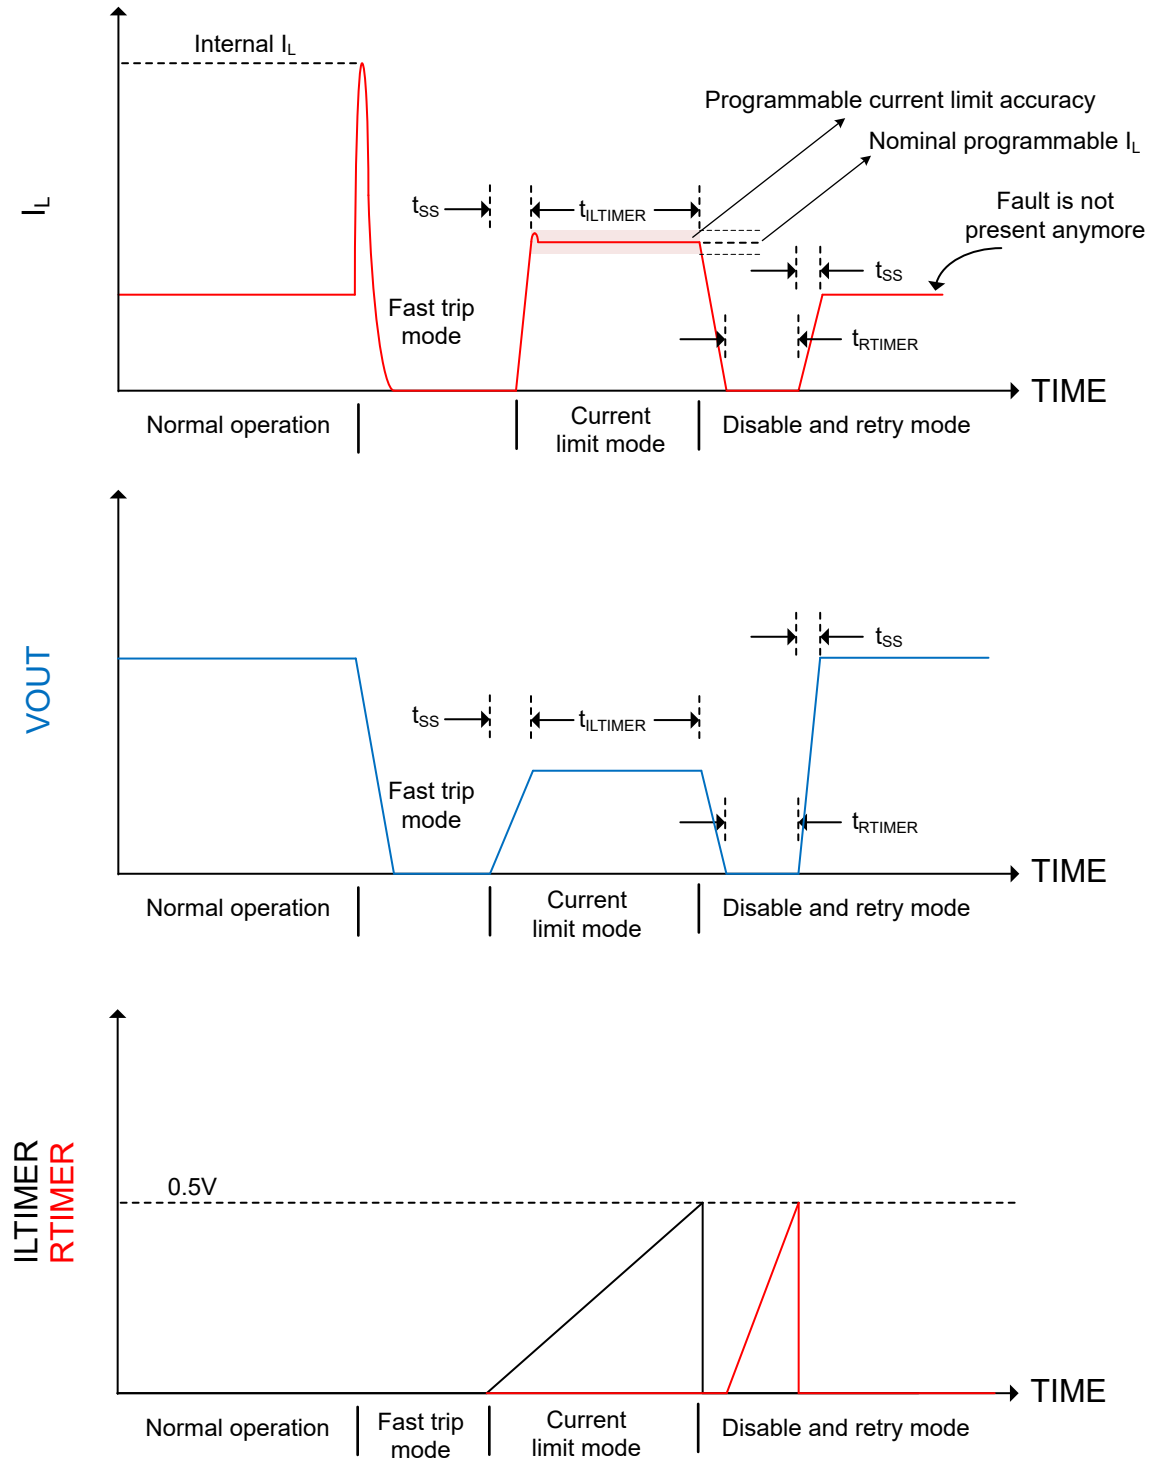

图 8-4. 硬短路可编程故障计时器运行（电容器连接到 ILTIMER 和 RTIMER 引脚）
该可编程电流限制功能不同于在快速跳变模式下激活的内部电流限制，如 图 8-4 所示。在这种情况下，电流限制事件定义为硬短路，并且无法对该电流限制（典型值为 22A）进行编程。
- 图 8-4：使用电流限制计时器和重试计时器的单次硬短路事件。
硬短路（其中快速电流限制在可编程电流限制有时间响应之前响应）时，ILTIMER 和 RTIMER 引脚的行为如图 8-4 所示。在该图中，假定在开关禁用并再次启用（重试模式）后故障不存在。如果重试模式后故障存在，器件将进入电流限制模式，并且此循环会一直重复进行直到故障不再存在。